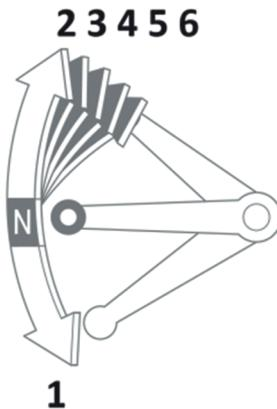

Рисунок 3.4. Положение рычага передачи
2. Включите нейтральную передачу (рис. 3.4).
1. Включите нейтральную передачу (рис. 3.4).
Рычаг переключения передач находится на левой стороне двигателя. Мотоцикл имеет пять или шесть передач (рис. 3.4), в зависимости от модели двигателя. Первая передача включается вниз, остальные наверх. Нейтральная передача находится между первой и второй передачами (см. рис. 3.4). Пожалуйста, проверьте этикетку на двигателе для определения правильного порядка переключения передач.
3. Нажмите на рычаг переключения передач вниз (рис. 3.4) в положение первой передачи.
5. Набрав скорость, закройте дроссельную заслонку 1 (фото 3.5.1), выжмите рычаг сцепления 8 (фото 2.3) и переместите рычаг переключения передач вверх (рис. 3.4), в положение второй передачи. После включения передачи, постепенно отпускайте рычаг сцепления 8 (фото 2.3) и открывайте дроссельную заслонку 1 (фото 3.5.1).